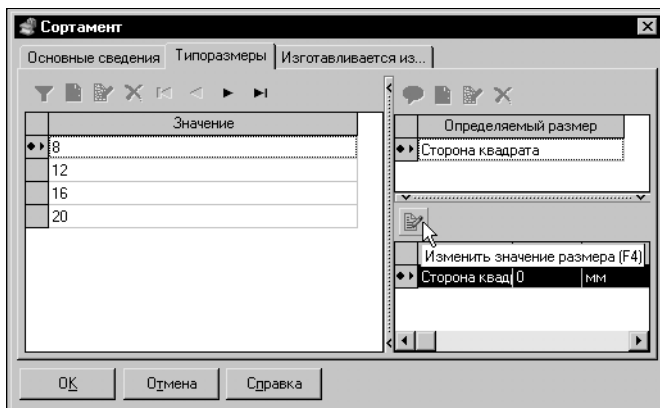

Рис. 4.26.
11. Чтобы ввести значение определяемого размера, выделите обозначение типоразмера 8, и нажмите кнопку **Изменить значение размера** над списком значений размера (рис. 4.26).